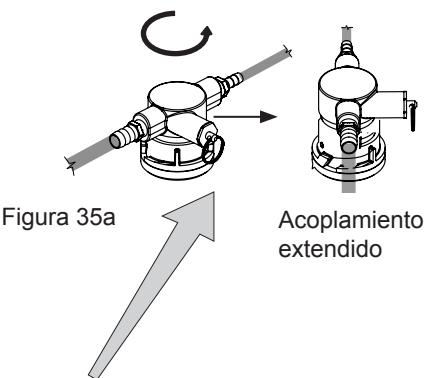

Figura 35a
9. Conexión del acoplamiento del barril al barril: verifique que el acoplamiento esté en la posición CERRADO (vea la Figura 35a). Alinee las orejas del cuello del barril con las aberturas correspondientes en el acoplamiento y gírela a la derecha hasta que se detenga (aproximadamente 90°). Presione hacia abajo y gire la parte superior del acoplamiento a la derecha para que el gas entre en el barril.